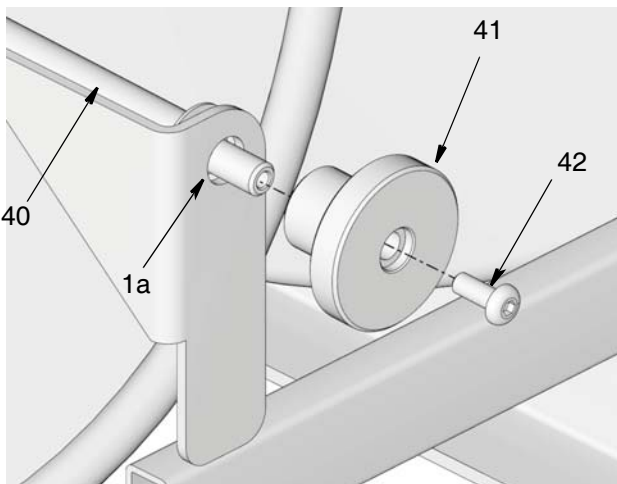
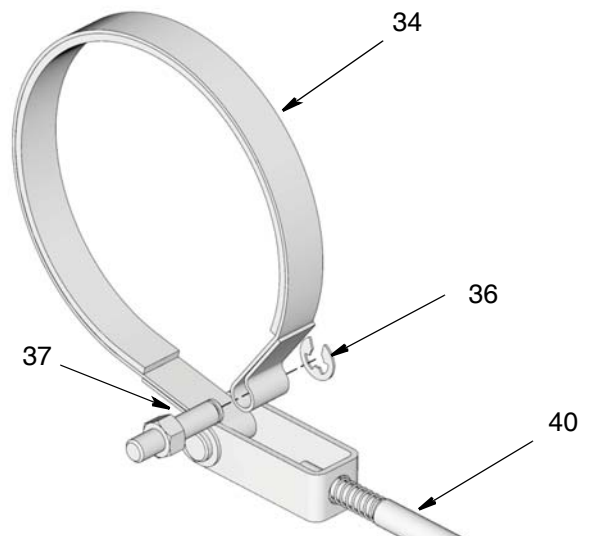

FIG. 27
FIG. 29
2. Tournez le bouton (41) dans le sens inverse des aiguilles d'une montre pour relâcher la tension du frein.
3. Dévissez et retirez la vis (42) de l'extrémité du bouton (41) (FIG. 27).
4. Retirez le bouton (41) de l'extrémité de la tige (40) (FIG. 27).
5. Dévissez et retirez l'écrou (24) et enlevez le collier de serrage (34a) de l'axe de fixation (37).
6. Retirez la pince (36) de l'axe de fixation (37) (FIG. 29).
7. Retirez l'axe de fixation (37) du collier (34) (FIG. 29).
8. Retirez le collier (34) du moyeu à frein (12).
9. Retirez l'extrémité de la tige (40) du châssis (1a) (FIG. 27).
14. Insérez l'extrémité de la tige (40) dans l'orifice (27b) (FIG. 27).
15. Replacez le bouton (41) sur l'extrémité de la tige (40). Replacez la vis (42). Vissez fermement la vis afin de maintenir le bouton en place (FIG. 27).